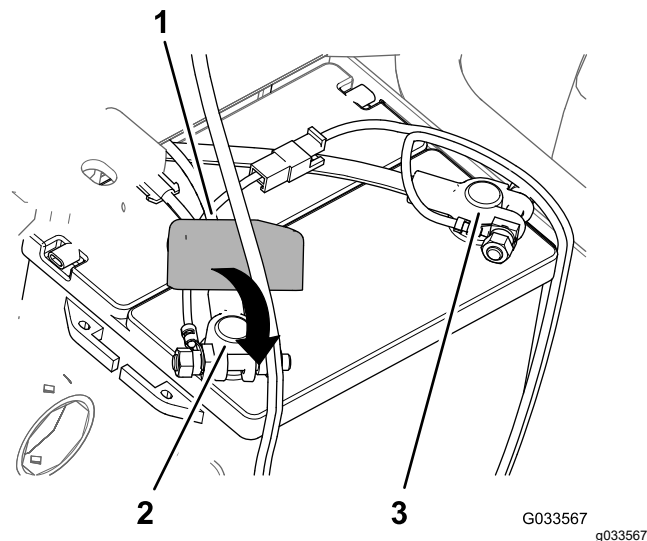

**Figura 31**
6. Fixează borna inelară a siguranței fuzibile (cablajul pulverizatorului) la suportul urubului de bornă pe care l-ai asamblat la cablul pozitiv al bateriei cu o piuliță de strângere (Figura 31).
7. Fixează borna inelară a cablului negativ (negru - cablajul pulverizatorului) la suportul urubului de bornă pe care l-ai asamblat la cablul negativ al bateriei cu o piuliță de strângere (Figura 31).